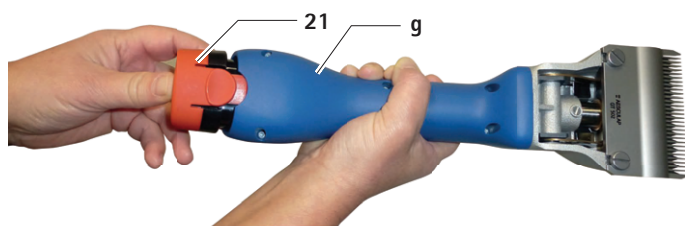

Fig. 2
- Trekk ut Li-ion-batteriet 21, lad det opp og/eller skyv inn et reserve li-ionbatteri GT641 (3INR19/66-1) i den batteridrevne klippemaskinen **g**, se Fig. 2.